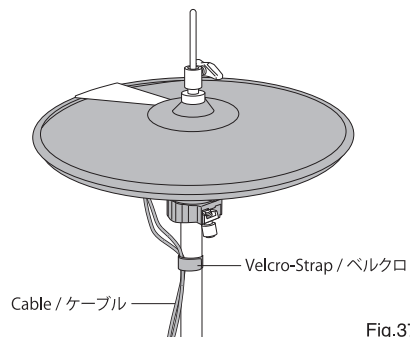

Fig.37
5. Once the cables are connected to the top cymbal pad cymbal height is set. Secure the cables to the Hi-hat stand upper tube using the Velcro-Strap provided (Fig.37).
ケーブルの接続が終わったら、付属のベルクロで2本のケーブルをハイハットスタンド上部に固定します (Fig.37)。